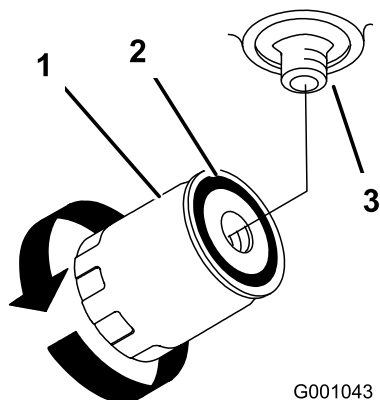

Figure 78
4. Déposez le filtre usagé et essuyez la surface du joint de l'adaptateur (Figure 78).
7. Tournez le filtre dans le sens horaire jusqu'à ce que le joint touche l'adaptateur, puis donnez 1/2 tour supplémentaire (Figure 78).